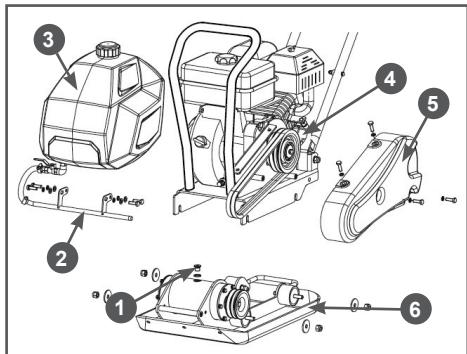

Рис. 28 Снятие рамы с двигателем
В вибратор заливается моторное масло SAE30. Полный объем масла в вибраторе составляет 130 мл. Для поддержания вибратора в рабочем состоянии необходимо менять масло в вибраторе строго в соответствии с графиком ТО. Первая замена масла в вибраторе должна быть через первые 50 часов работы вибромассы, последующие замены масла в вибраторе через каждые 100 часов работы вибромассы. Пробка 1 отверстия для слива/заправки масла в вибратор находится в верхней части вибратора (Рис. 28).
1. Открутите болты крепления и снимите кожух 5 защитный ремней (Рис. 28).
2. Открутите болты крепления трубки подачи воды к рабочей плите и снимите трубку 2 подачи воды и бак 3 для воды (Рис. 28).
3. Ослабьте гайки резиновых амортизаторов, которые соединяют раму 4 с двигателем и рабочую плиту 6 (Рис. 28).
4. Снимите ремни и отделяйте раму 4 с двигателем от рабочей плиты 6 (Рис. 28).
5. Очистите зону вокруг пробки отверстия для слива масла и открутите пробку 1 отверстия для слива/заправки масла (Рис. 28).